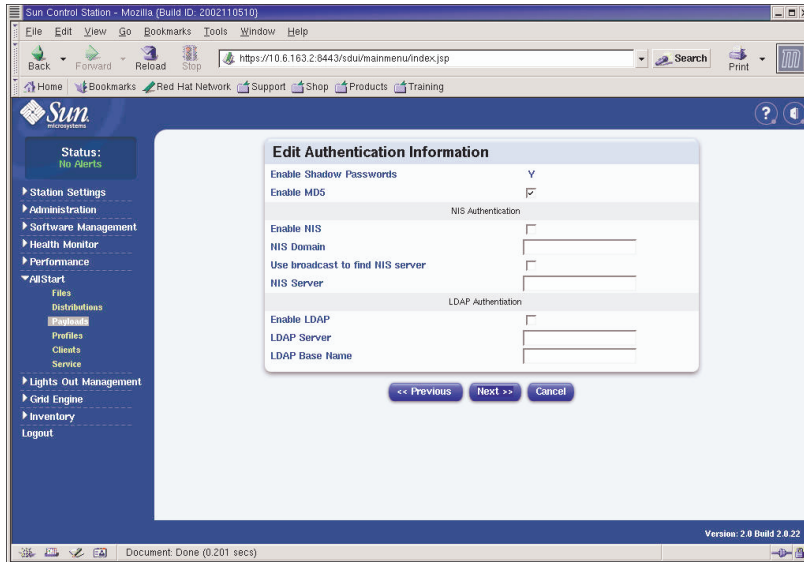

FIGURA 2-14 Finestra Edit Authentication Information (profili AllStart)
- e. Nella finestra Edit Authentication Information, verificare che siano selezionate le seguenti opzioni obbligatorie (per un esempio, vedere la FIGURA 2-14). Al termine, fare clic su Next.